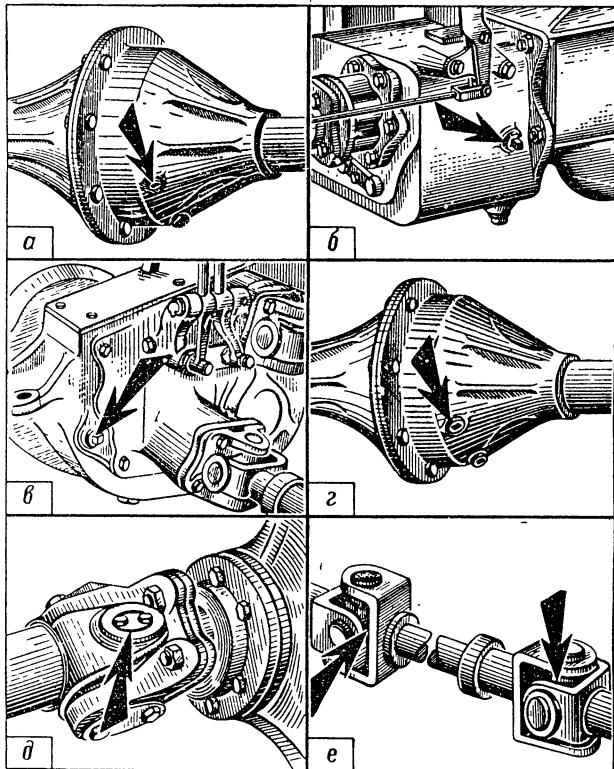

Рис. 23. Точки смазки механизмов, заполняемых и смазываемых маслом трансмиссионным автомобильным:
— в картере переднего ведущего моста (автомобили ГАЗ-63, ГАЗ-69 и ГАЗ-69А, рис. 23, а);
- в картере коробки передач (рис. 23, б);
- в картере раздаточной коробки (автомобили ГАЗ-63, ГАЗ-69 и ГАЗ-69А; рис. 23, в);
- в картере заднего моста (рис. 23, г)
— подшипники карданных шарниров (3 точки, автомобиль ГАЗ-51; 6 точек, автомобили ГАЗ-63, ГАЗ-69 и ГАЗ-69А; рис. 23, д);
— подшипники карданных шарниров привода лебедки (2 точки, автомобиль ГАЗ-63А, рис. 23, е)